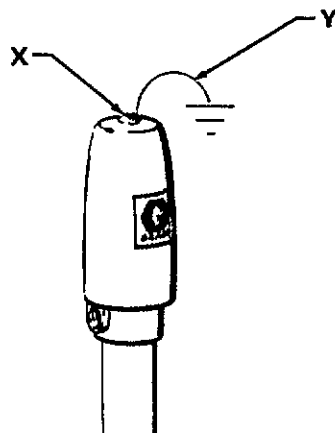

Fig. 1
Per collegare la pompa alla terra: allentare la vite (X) di ritagno del coperchio del motore pneumatico. Collegare un'estremità del filo di terra (Y), con sezione minima di 1,5 mm², alla vite (X) e avvitarela solidamente. V. Fig. 1. Collegare l'altra estremità del filo ad una presa di terra effettiva. V. pag. 23 per ordinare il filo e la flangia di collegamento alla terra.